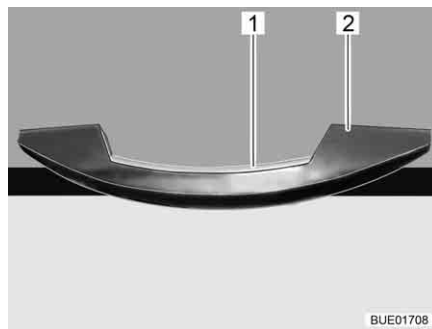

Bild 60 Griff mit Entriegelungsleiste (Beispiel)
- Entriegelungsleiste (Bild 60,1) drücken und gedrückt halten.
- Am Griff (Bild 60,2) ziehen, bis die Möbelklappe offen ist.